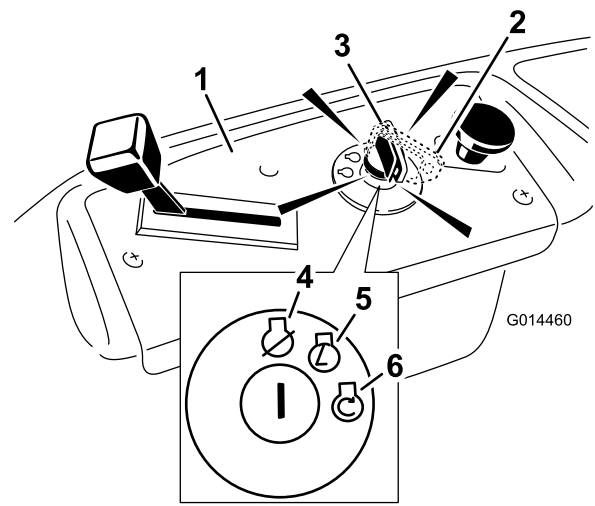

Figure 13
4. Tournez la clé de contact en position de Démarrage pour activer le démarreur. Relâchez la clé quand le moteur démarre (Figure 13).
2. Placez la manette d'accélérateur à la position haut régime (Figure 13).